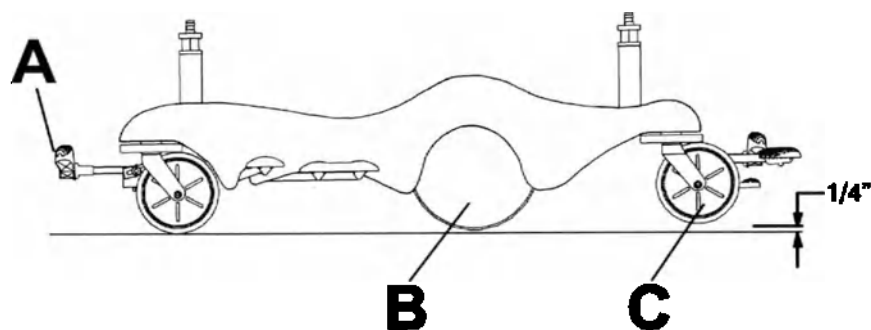

Рисунок 9 – Транспортировка с Big Wheel
5. Поставьте педаль тормоза/регулирования угла поворота (A) в положение регулирования угла поворота (Рисунок 9).
- Big Wheel (B) не поворачивается. Вы не можете переместить изделие в боковом направлении, если Big Wheel приведено в действие.
- Когда Big Wheel (B) приведено в действие, изделие приподнято и ролики ножного конца (C) не касаются пола. Изделие находится на роликах головного конца и Big Wheel, что упрощает управление изделием (Рисунок 9).